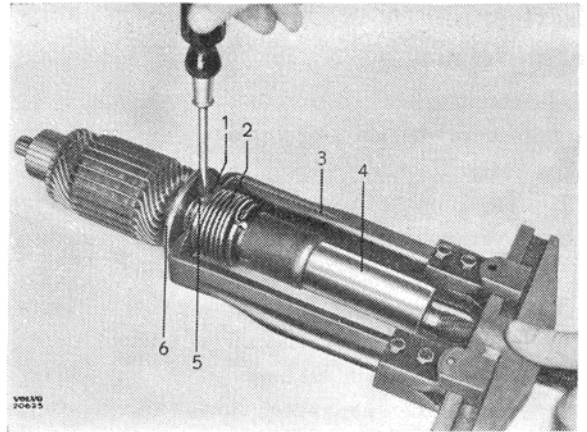

Bild 43
7. Pressa med hjälp av avdragare (3 bild 43) och rördorn (4) den inre hållaren (1) för bendixfjädern (2), så långt framåt att låsskruven (5) kan borttagas. Lyft därefter bendixanordningen från axeln.